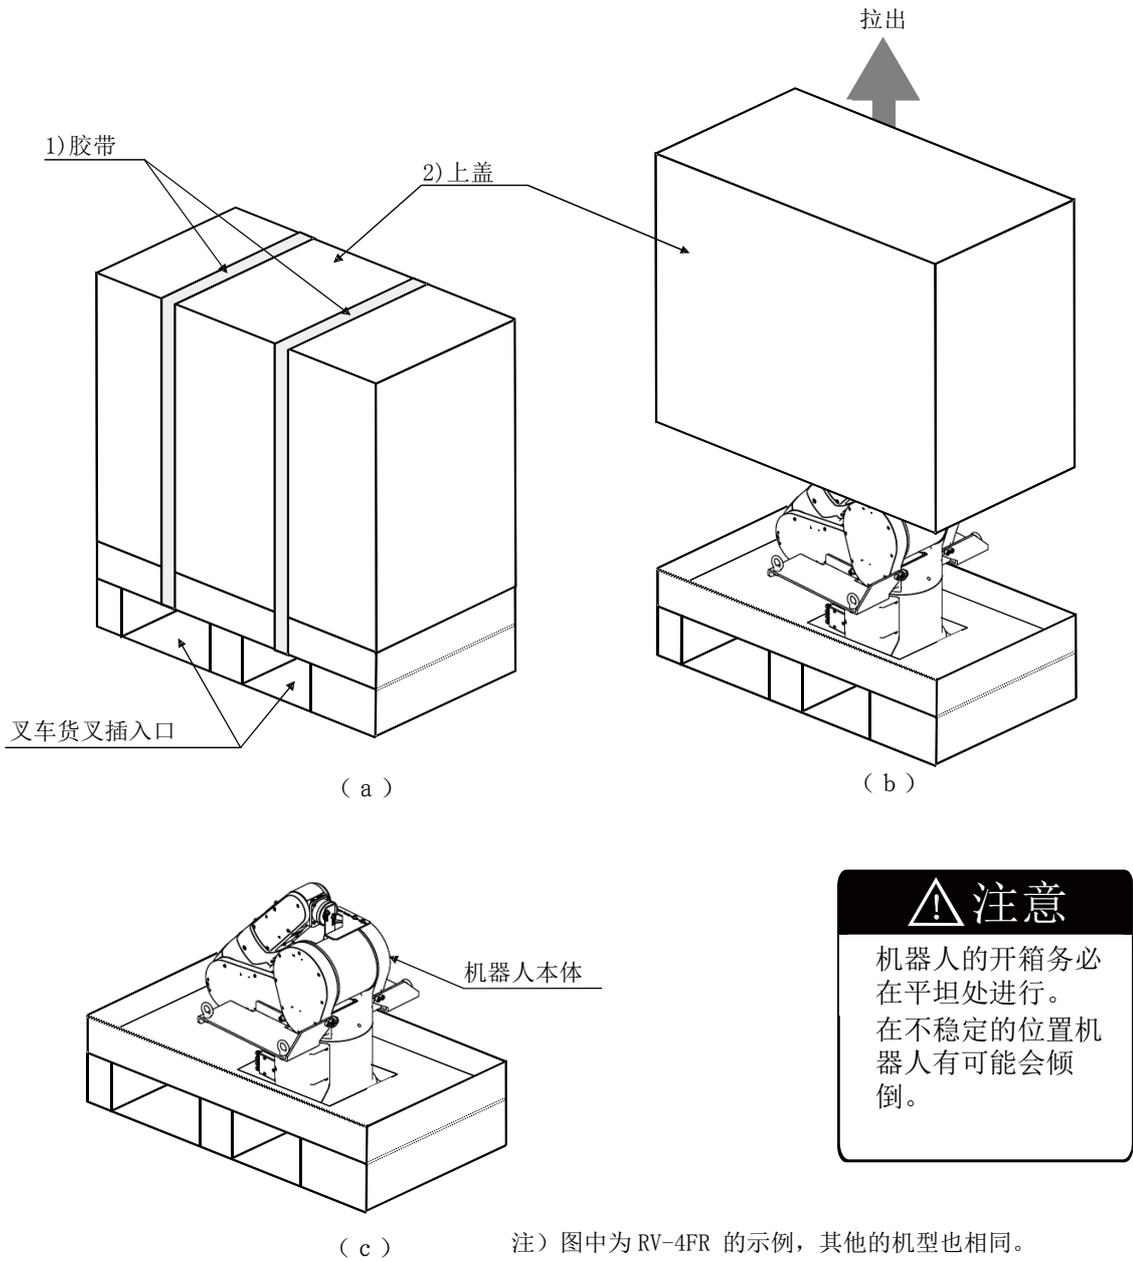

图 2-3: 机器人本体的开箱 (RV-4FR/7FR/13FR 系列)
出厂时的机器人是用纸箱及胶合板进行包装的。请参照图 2-3 进行开箱。此外, 机器人本体应按照“2.2.3 搬运要领 (吊车搬运)”进行处理。
- 1) 使用小刀等切用于固定纸箱上盖 2) 的胶带 1)。(图 2-3 的 (a))
- 2) 用双手按压固定纸箱上盖 2) 的同时向上拔出。(图 2-3 的 (b))
- 3) 卸下连接机器人基座与固定台的内六角螺栓 (4 个)。(图 2-3 的 (c))